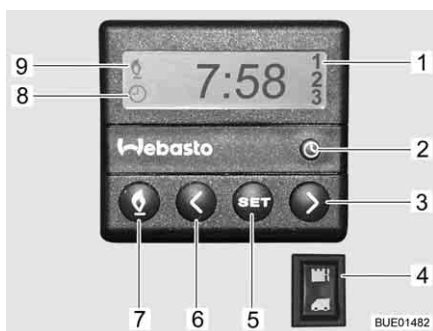

Fig. 159 Centralina di controllo (riscaldamento fisso)
- Premere il tasto (Fig. 159,7). Il funzionamento del riscaldamento viene indicato con il simbolo (Fig. 159,9). La ventola viene inserita solo quando la temperatura dell'acqua di raffreddamento è pari a 30 °C.
- Premere il tasto (Fig. 159,7). Il simbolo (Fig. 159,9) si spegne.
- Premere l'interruttore (Fig. 159,4) in alto. Il motore viene preriscaldato. La ventola viene inserita immediatamente.
- Premere l'interruttore (Fig. 159,4) in basso. Il motore rimane freddo.
- Premere il tasto (Fig. 159,2). L'impostazione dell'ora viene indicata con il simbolo (Fig. 159,8).
- Impostare l'ora con i tasti (Fig. 159,3 e 6).
- Premere il tasto (Fig. 159,5).
- Impostare l'orario di accensione con i tasti (Fig. 159,3 e 6) entro 10 secondi.
- Premere il tasto (Fig. 159,5) fino a che nel display (Fig. 159,1) non appare il numero di programmazione desiderato.